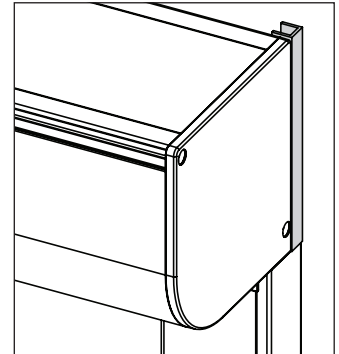

Abb. 34: U-Profil - Höhe vertikal
B. U-Profil - Höhe vertikal (Abb. 34)